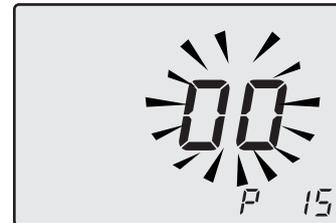

Рисунок 5.30
- Пролить параметры, используя кнопку 16 или 17, до появления на ЖК-дисплее кода **P15** и значения параметра, которые указывают на вход в "параметр 15" (Рисунок 5.30).